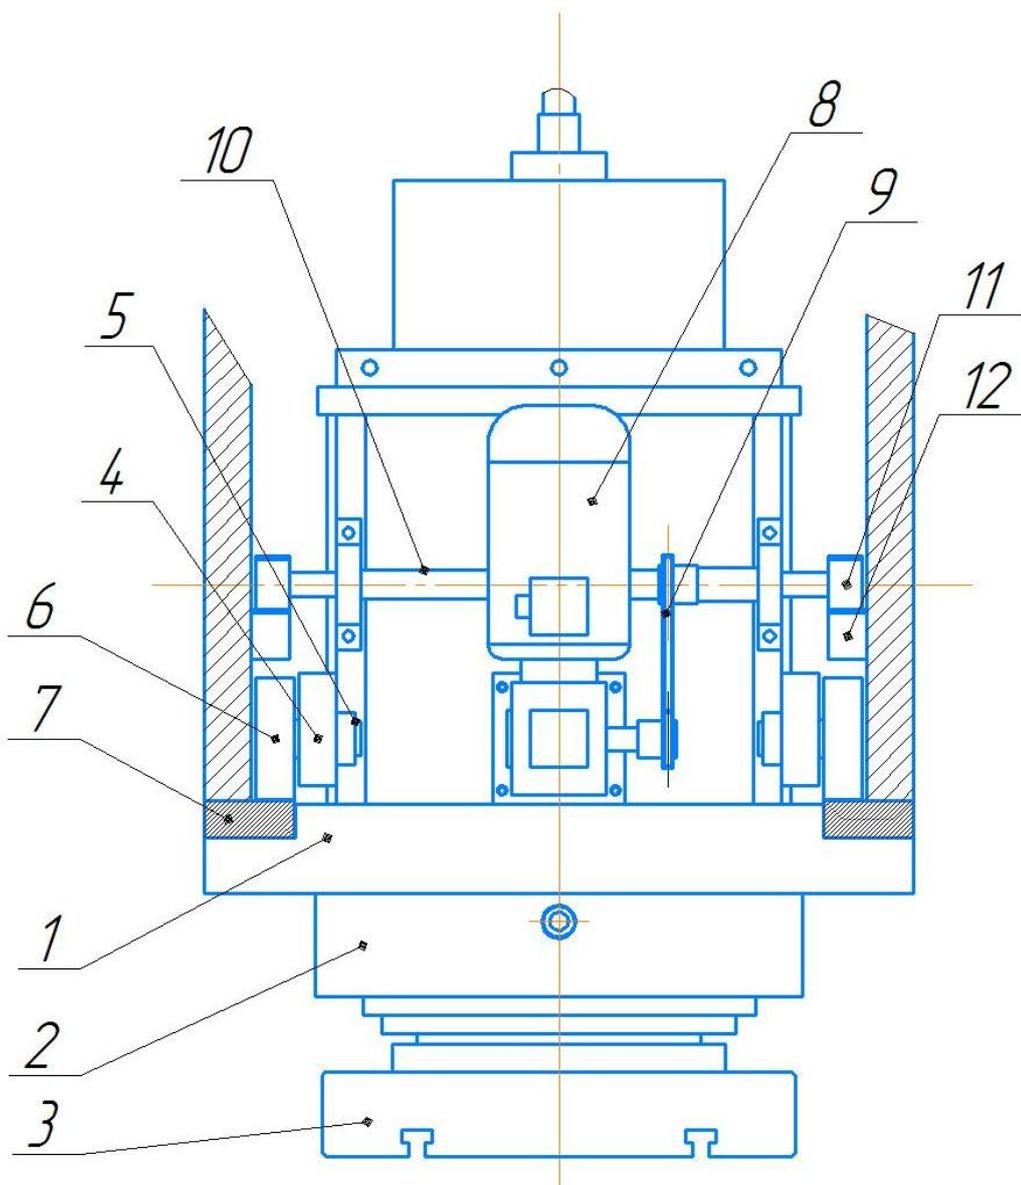

Рисунок 5. Механизма перемещения цилиндра
Станина является основным базовым узлом пресса, на котором установлены рабочее и исполнительные органы. На нижней траверсе закреплен стол 2 (рис 2), на верхней траверсе, снизу, установлены термообработанные направляющие пластины, по которым при помощи мотор-редуктора и зубчатых реек перемещается корпус цилиндра 3 с гидравлическим цилиндром 4 (см. рис. 5). Внутри правой стойки установлена станция гидравлическая 9 и размещена трубная разводка гидравлической системы. На боковых стойках 1,2 установлены ограждения опасных зон.
5.1.2. Механизм перемещения цилиндра (рис.5) установлен внутри верхней траверсы. Предназначен для перемещения корпуса гидроцилиндра вдоль стола пресса. Состоит из корпуса цилиндра 1 изготовленного сварным методом из